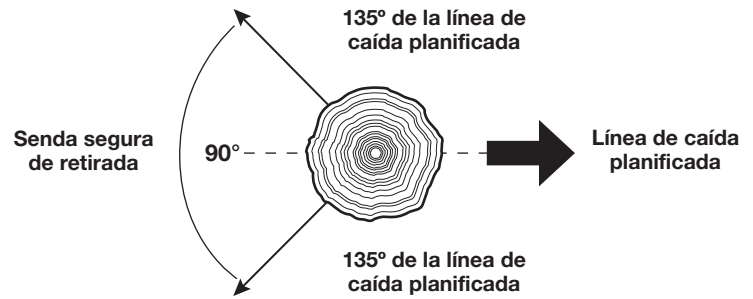

Fig. 22
- Determine una senda de escape rápida y segura. Despeje el área alrededor del árbol y compruebe que no haya obstrucciones que bloqueen la senda de escape. Establezca un corredor de escape en un ángulo de  $90^\circ$ , aproximadamente a  $135^\circ$  de la línea de caída (Fig. 22).